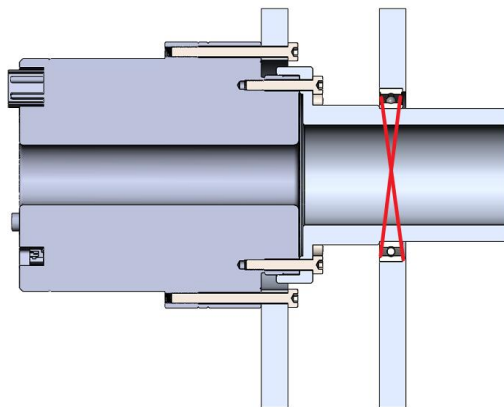

图 18-10 关节模组安装无需添加外置轴承
6、关节模组安装无需添加外置轴承，如图 18-10：由于模组上集成了可受径向和轴向负载的交叉滚子轴承，关节模组安装无需添加外置轴承支撑，关节模组的承载能力校核参照本手册第十七章《各方向受力允许值》。添加外置轴承支撑会造成安装尺寸过定义的情况，引起关节模组异响、抖动、棘爪、屈曲等异常。